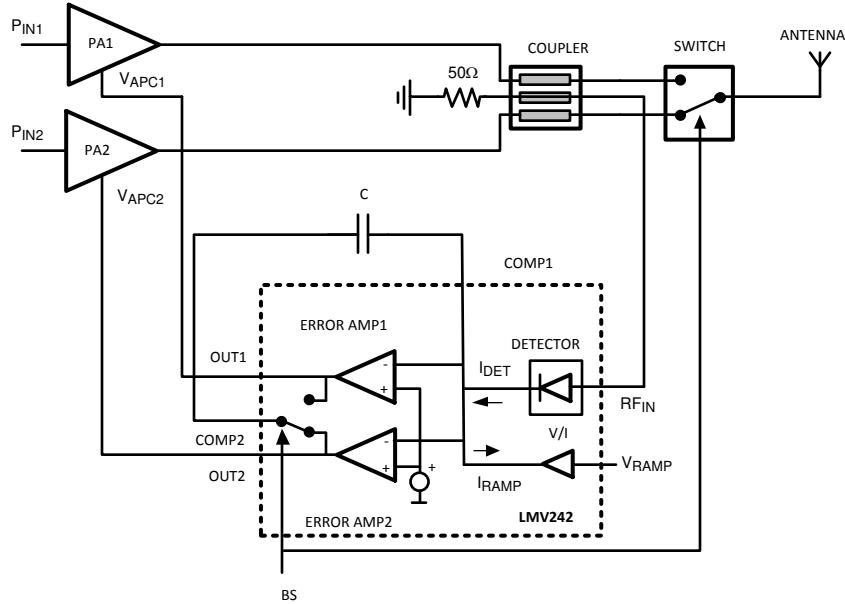

图 7-1. PA 控制环路
图 7-1 显示了功率放大器 (PA) 控制环路的典型设置。从 PA 的输出端开始，该输入通常通过方向耦合器输入到检测器。检测器输出电流 IDET 和斜坡电流 IRAMP 之间的误差（表示所选的功率设置）驱动配置为积分器的运算放大器的反相输入。基准电压驱动运算放大器的同相输入。最后，积分器运算放大器的输出驱动功率放大器的增益控制输入，该输入设置输出功率。当 IDET 等于 IRAMP 时，环路稳定。